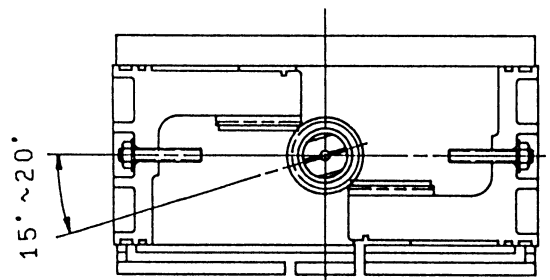

图 10-12.
- 输出轴 (104) 装配好后, 将输出轴方头部位的 V 形槽处于如图 10-12 所示的位置。
- 在保持图 10-12 所示角度的同时, 将活塞 (102) 气缸的两侧装入。当两个活塞的齿条部位和输出轴上的齿轮接触后, 用扳手卡住轴出轴的方头部位, 并顺时针转动, 使齿轮与齿条啮合, 活塞向内部移动。
- 活塞装配结束后, 使输出轴顺时针旋转, 必须确认输出轴方头部的 V 形槽与气缸 (101) 近似成垂直, 如稍有偏差, 可用设在活塞中心部位的内限位螺钉进行调整, 如相差较大, 则须重新进行装配。